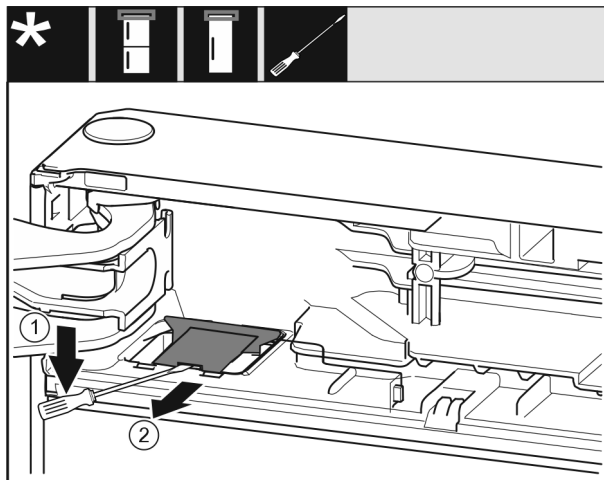

Fig. 9
- ▶ Cu o șurubelniță plată deblocați și ridicați apărătoarea. Fig. 9 (1)
- ▶ Extrageți apărătoarea. Fig. 9 (2)